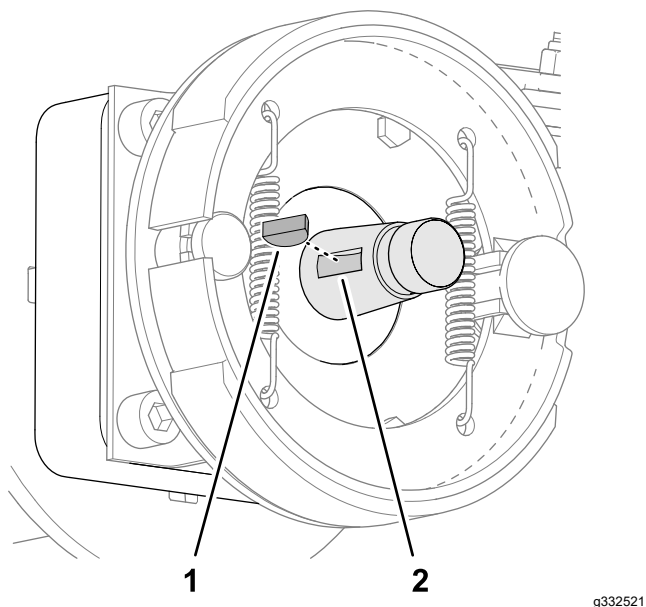

Figura 79
5. Retire a chave semirredonda do veio do motor das rodas (Figura 79).